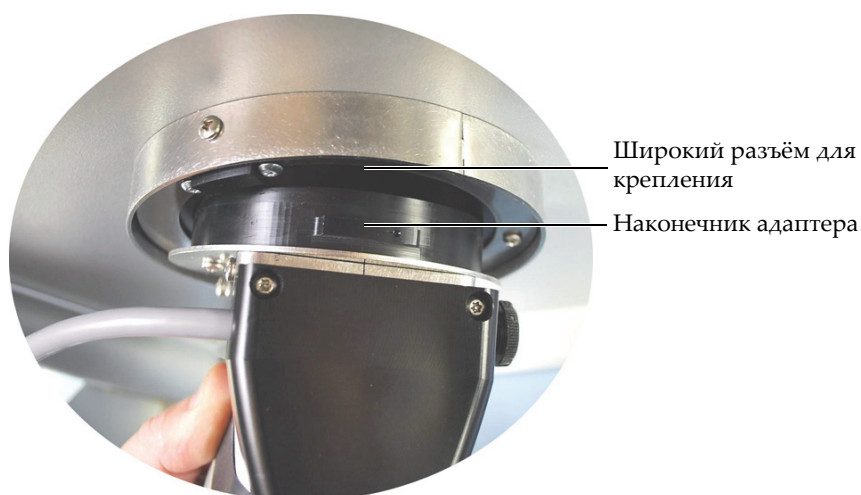

Рис. 5-4 Совмещение адаптера с тестовым стендом
3. Совместите наконечник адаптера с широким крепежным разъемом на тестовом стенде (см. Рис. 5-4 на стр. 9)